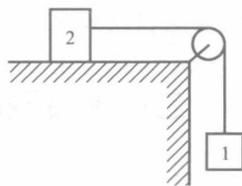

图 1-1
**【例 1-3】** 如图 1-1 所示, 物体 1 和物体 2 的质量分别为  $m_1$  与  $m_2$ , 滑轮的转动惯量为  $J$ , 半径为  $r$ 。
(1) 如物体 2 与桌面间的摩擦因数为  $\mu$ , 求系统的加速度  $a$  及绳中的张力  $F_{T1}$  和  $F_{T2}$  (设绳子与滑轮间无相对滑动, 滑轮与转轴无摩擦);
(2) 如物体 2 与桌面间为光滑接触, 求系统的加速度  $a$  及绳中的张力  $F_{T1}$  和  $F_{T2}$ 。